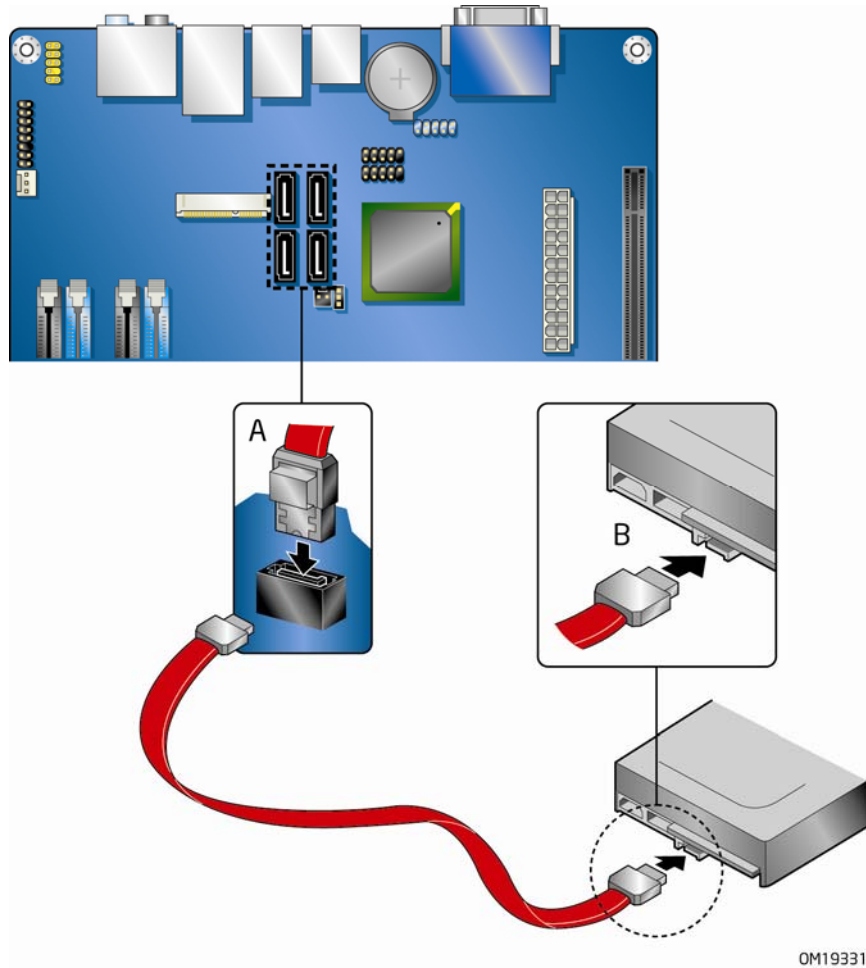

图 25. 连接串行 ATA 电缆
2. 将电缆带锁扣的一端连接到台式机主板的连接器上（图 25 中的 A）。
3. 将电缆不带锁扣的一端连接到驱动器上（图 25 中的 B）。